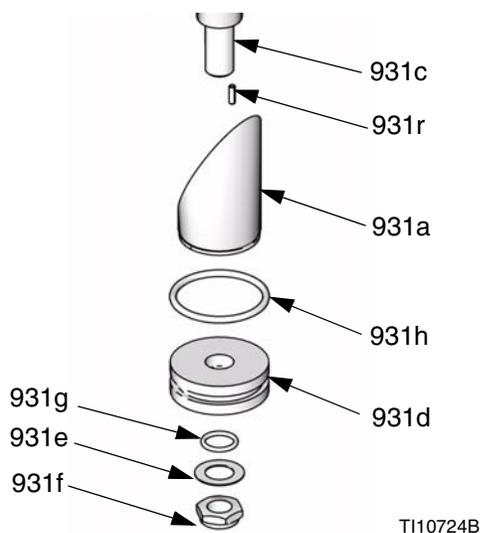

Fig. 38: Pistón monopuesto
4. Tire con cuidado de la biela (931c) y del pistón (931d) recto hacia fuera de la base. Vea la FIG. 38.